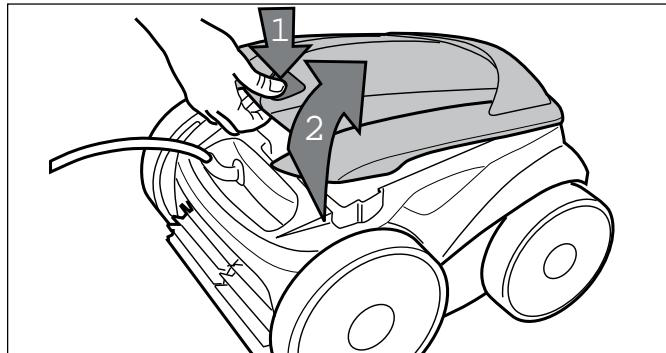

Figura 24. Levante la tapa del limpiador
5. Empuje el cierre de la tapa (1) y levante la tapa (2) hasta que quede ya en posición vertical. (Figura 24).